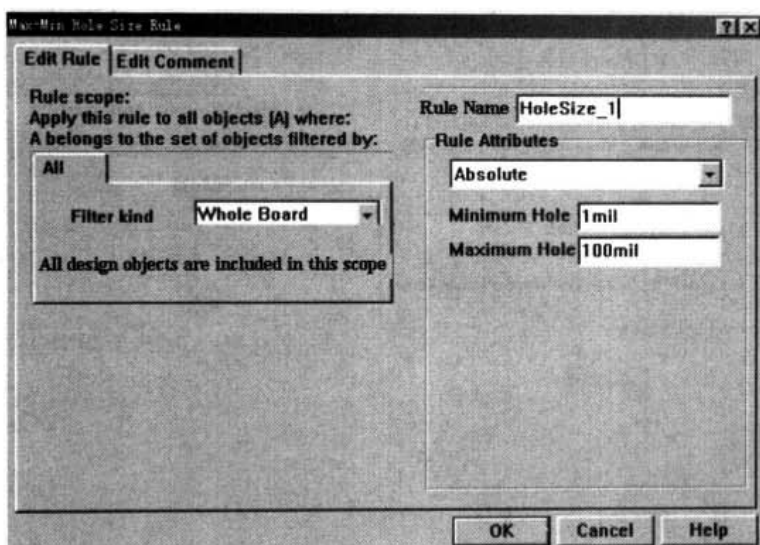

图 10-98 孔径阈值设置对话框
- **Hole Size Constraint:** 孔径阈值。该规则用于设置孔径的最大值和最小值。Hole Size Constraint (孔径阈值) 设置对话框, 即如图 10-98 所示。在 Rule Attribute 的下拉列表中, 可将孔径阈值的形式设为 Absolute (绝对值) 或 Percent (百分比); 在 Minimum Hole 和 Maximum Hole 处, 输入孔径的最小值和最大值。